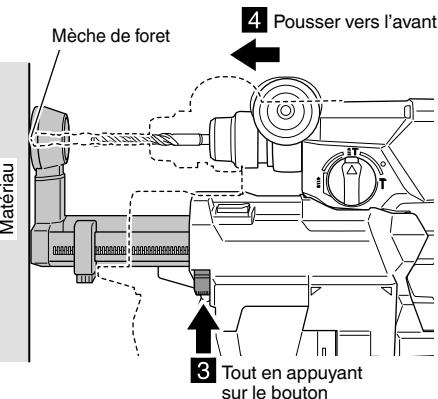

Fig. 6
- Tout en appuyant sur le bouton de réglage de la buse dans le sens de la flèche, presser sur l'outil vers le matériau, ce qui permet à la position de la buse de baisser jusqu'à ce qu'elle atteigne la position où le foret entre en contact avec le matériau. (Fig. 6)